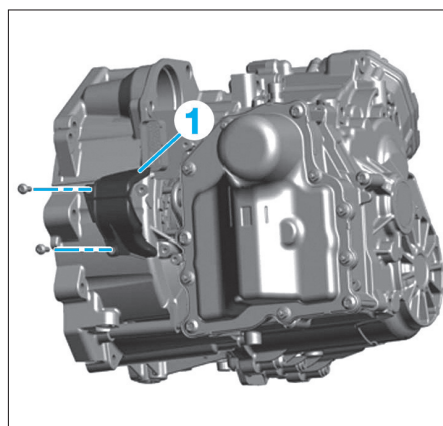

Fig. 11
- Déposer le cache latéral (1) (Fig.11).